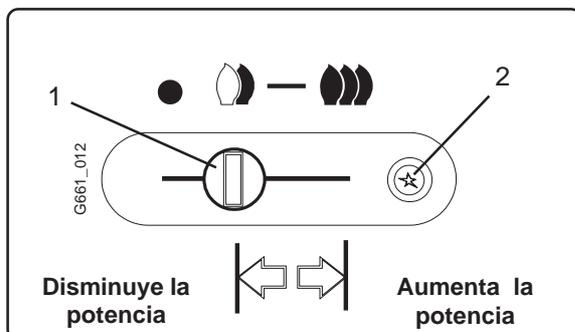

Fig. 3
Para tal fin poner primero el piloto en funcionamiento: correr la palanca (1) hacia la posición de ignición, pulsar la tecla de piloto y esperar unos segundos; a continuación pulsar la tecla de encendido (2); después de encendido aguantar la tecla del piloto 10 segundos; si no se enciende el piloto pulsar de nuevo (fig. 3).